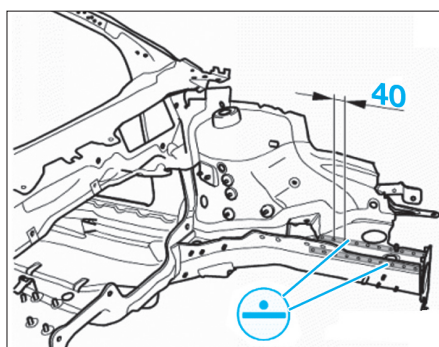

FIG. 30
- Si la tôle de fermeture de longeron et le longeron sont des pièces indépendantes, espacer les points de soudure de 40 mm comme illustré (Fig.30).